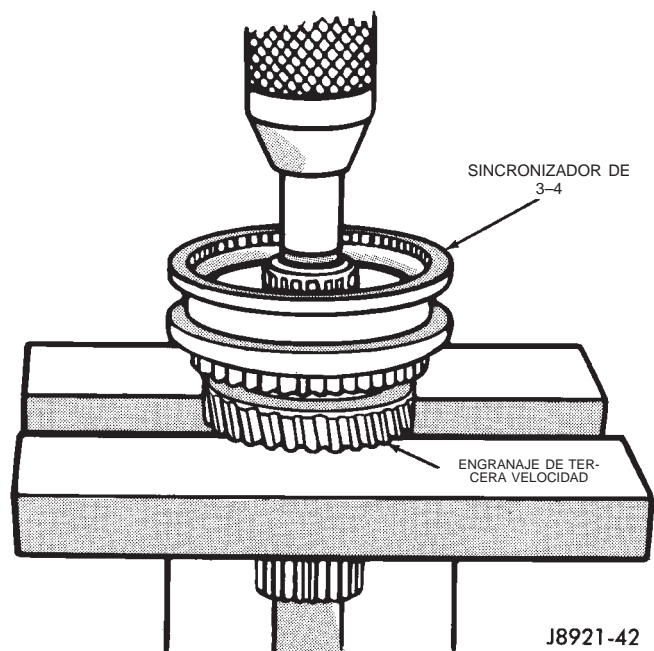

Fig. 107 Desmontaje de sincronizador de 3-4 y engranaje de tercera velocidad
(11) Utilizando el hendedor de cojinetes P-334 o unas placas de prensa adecuadas emplazadas debajo del engranaje de tercera velocidad, preñe el sincronizador de 3-4 y el engranaje de tercera velocidad sacándolos del eje transmisor (Fig. 107).
(12) Retire el cojinete de rodillos de agujas del engranaje de tercera velocidad del eje transmisor o el engranaje.